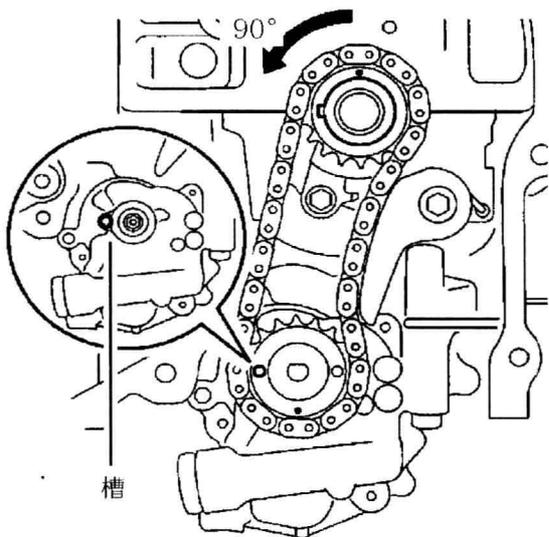

图 1-19 使机油泵驱动轴链轮的调节孔与机油泵的槽对准
(1) 按逆时针方向转动曲轴 90°，使机油泵驱动轴链轮的调节孔与机油泵的槽对准，如图 1-19 所示。